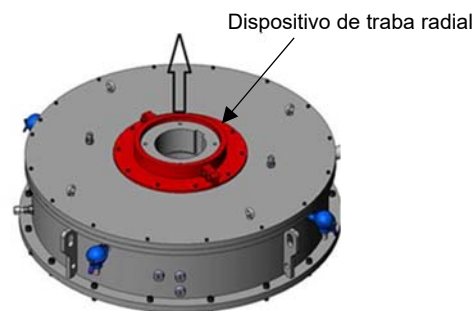

Figura 4.2: Dispositivo de traba radial
3. Retirar el dispositivo de traba conforme muestra la Figura 4.2;